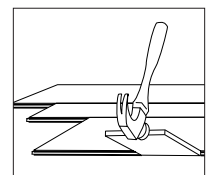

Figura 11
- Es posible que se deba alinear el producto con un retazo cortado según se ilustra (Figura 11 – mantenga el ángulo del retazo bajo para no dañar el borde).